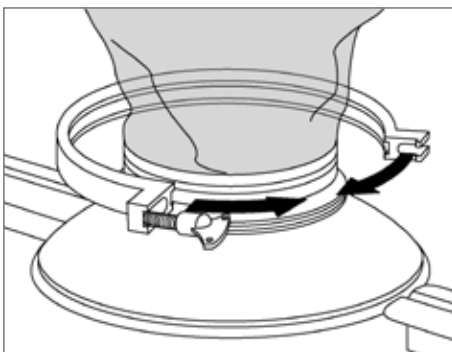

Abbildung 69
- Verbinden Sie den 4" -Sanitärflansch am Pulver-Bag mit dem 8" - | 4"-Reduzierstück (siehe Abb. 69)